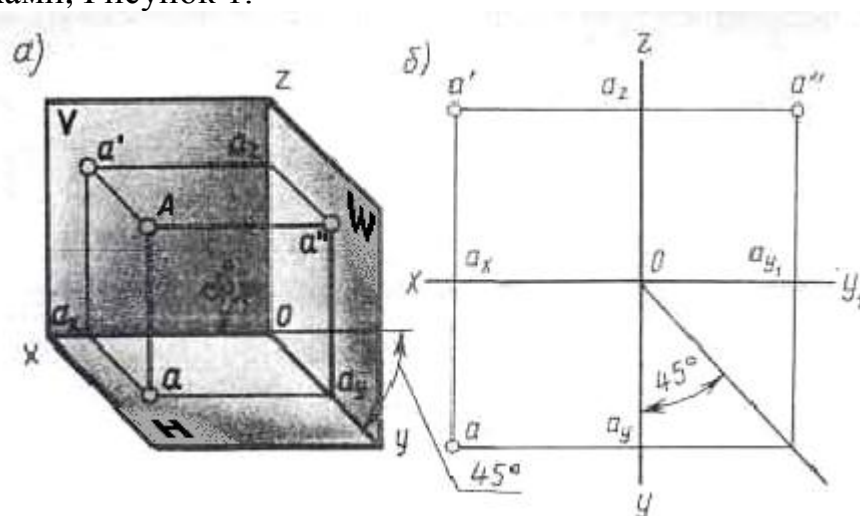

Рисунок 1.
**Комплексным чертежом** называют изображения предмета на совмещенных плоскостях проекций. При этом горизонтальная проекция **H** (вид сверху) располагается под фронтальной **V**, а профильная **W** (вид слева) - справа от фронтальной и на одном уровне с ней. Нарушать это правило расположения проекций нельзя. Фронтальную проекцию называют **видом спереди**, или **главным видом**. Главный вид, получаемый на фронтальной плоскости проекций, является исходным, он должен давать наиболее полное представление о форме и размерах предмета. Остальные проекции располагаются в зависимости от главного вида. Такое расположение проекций называют **проекционной связью**. Проекционная связь показывается тонкими сплошными линиями, которые называются **линиями связи**. При проведении линий связи между горизонтальной и профильной проекциями удобно пользоваться **вспомогательной прямой**, которую проводят между ними под углом  $45^\circ$  от центра осей  $XYZ$ . При выполнении комплексного чертежа точки, фронтальную проекцию точки обозначают строчной буквой со штрихом, горизонтальную - без штриха, а профильную - с двумя штрихами, Рисунок 1.